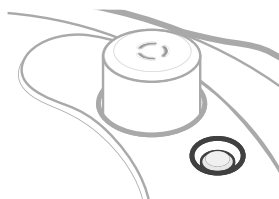

Figura 4.3
10. La valvola galleggiante si abbasserà per indicare che la pressione è stata completamente rilasciata. **[Figura 4.3]**